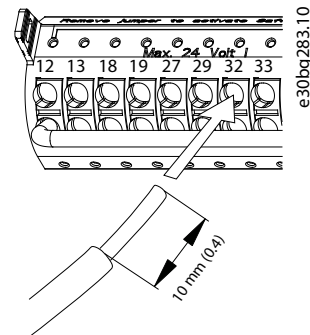

Abbildung 5.20 Anschließen eindrätiger Steuerleitungen
- Bei einer eindrätigen Leitung schieben Sie den blanken Draht in den Kontakt. Siehe *Abbildung 5.20*.